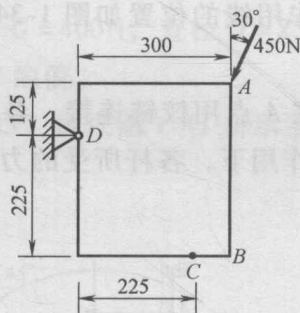

图 1-28
(10) 如图 1-28 所示，一个 450N 的力作用在 A 点，方向如图所示。试求：①此力对 D 点的矩；②要得到与①相同的力矩，在 C 点需加水平力的大小与指向；③要得到与①相同的力矩，在 C 点应加的最小力。